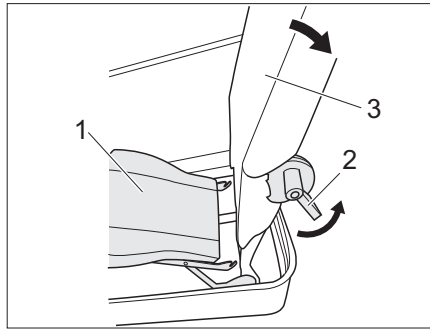
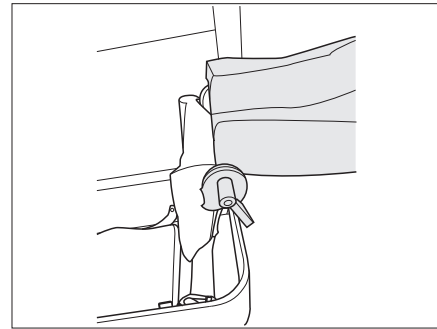

Fig. 223 Décrocher l'assise
Fig. 224 Dossier tourné à 90° vers l'arrière
- Décrocher l'assise (Fig. 223,1) et l'abaisser.
- Actionner le levier 1 (Fig. 223,2) et tourner le dossier (Fig. 223,3) à 90° vers l'arrière (Fig. 224).